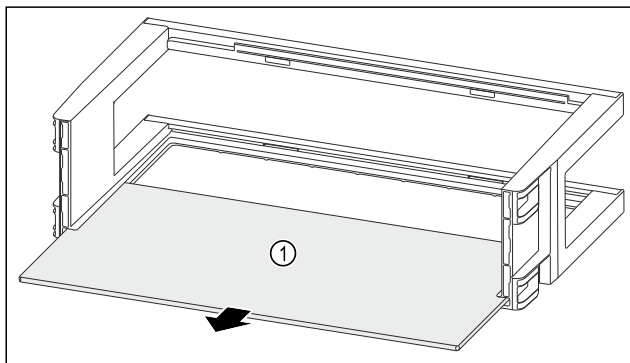

Fig. 140
- ▶ Abstellfläche Fig. 140 (1) entnehmen.